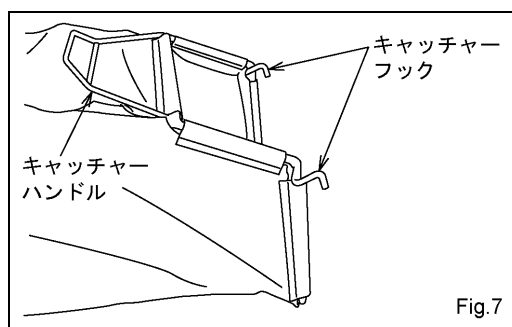

Fig.7
- (2) キャッチャーバック（集草器）の取り外しは、後部排出カバーを持ち上げ、キャッチャーハンドルを握り、少し持ち上げてキャッチャーフックを後部排出カバー支持棒より外します。（Fig.7）